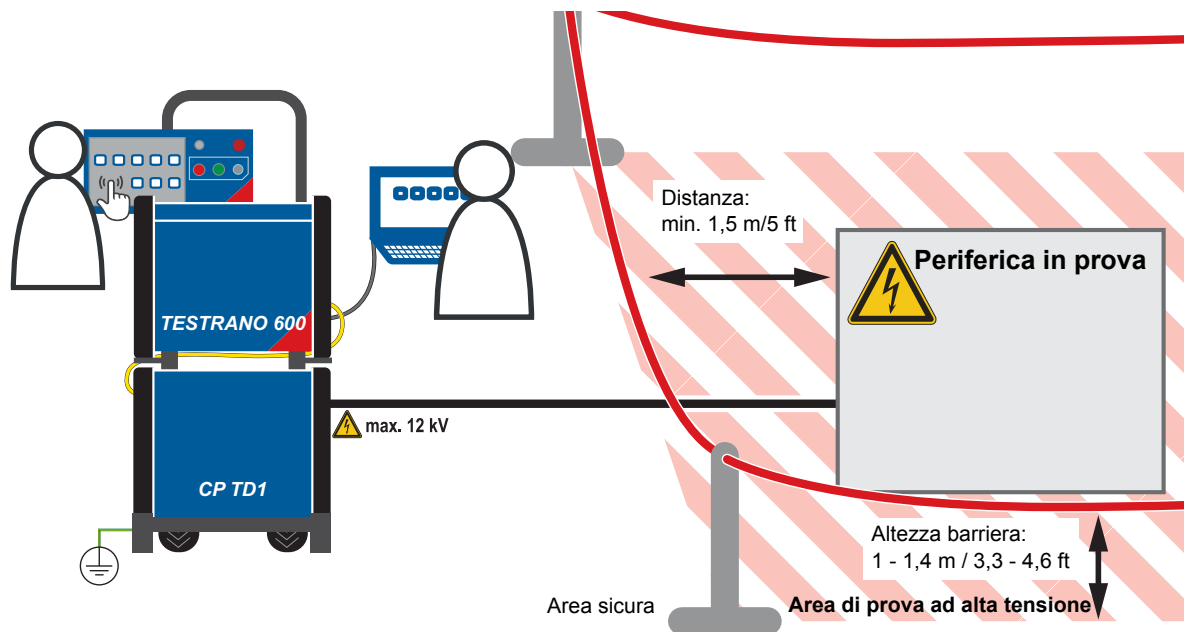

Figura 1-1: Illustrazione dell'area sicura e dell'area ad alta tensione definite per le attività con il *TESTRANO 600* e *CP TD1*
- ▶ Isolare l'area operativa, vedere Figura 1-1: "Illustrazione dell'area sicura e dell'area ad alta tensione definite per le attività con il TESTRANO 600 e CP TD1" a pagina 5